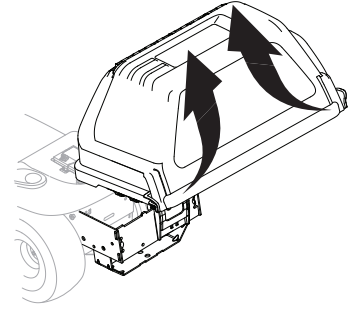

Figura 24
2. Abra la cubierta de la colectora de césped oprimiendo hacia adentro la lengüeta posterior derecha y la lengüeta posterior izquierda, como se de la Figura 24, y levantando la cubierta por la parte posterior de la cubierta de la embolsadora. No extraiga del tractor el conjunto de tubo del canal.